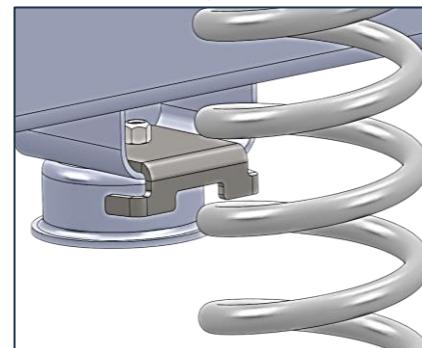

Fig:3
- d) Mount Timbren assembly using existing holes & Timbren supplied fasteners. (Fig:3)
- d) Montez l'ensemble Timbren en utilisant les trous existants et les fixations fournies par Timbren (Fig:3).